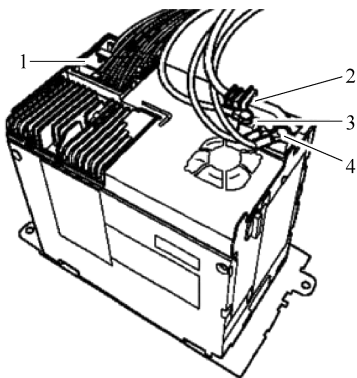

图 5-5-2 拆卸插头
⑤ 将收音机拉出足够的距离以便能够接触到收音机背部的插头。
⑥ 脱开收音机后部的插头连接 1、2、3、4, 如图 5-5-2 所示。